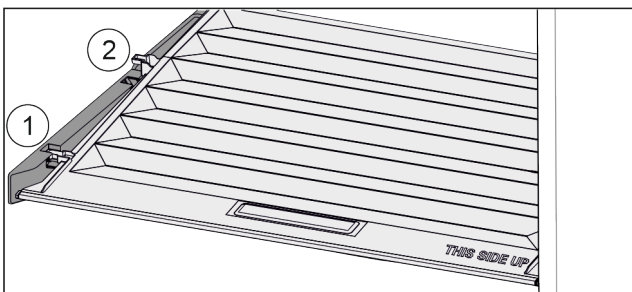

Fig. 115
- ▶ Deksel tot de opening in de vasthoud delen naar voren trekken Fig. 115 (1).
- ▶ Aan de achterkant vanaf de onderkant omhoog tillen en vanaf de bovenkant verwijderen Fig. 115 (2).